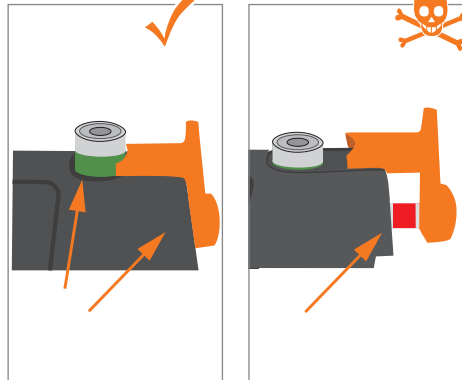

Abb. 5
6. der Läufer ist nun aufgesetzt. (Abb. 5)
6. The runner is now fitted on. (Fig. 5)